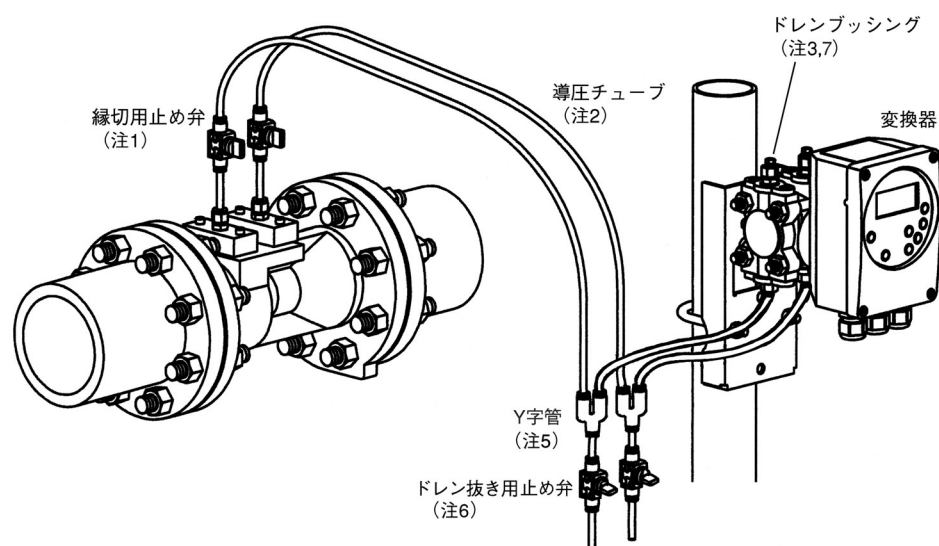

図2-7 分離形変換器との接続例（導圧管施工）
- 注5. 被測定ガス中に水分を多く含む場合は、別途配管材をご用意いただき、図2-7の様な導圧管施工をお奨めいたします。